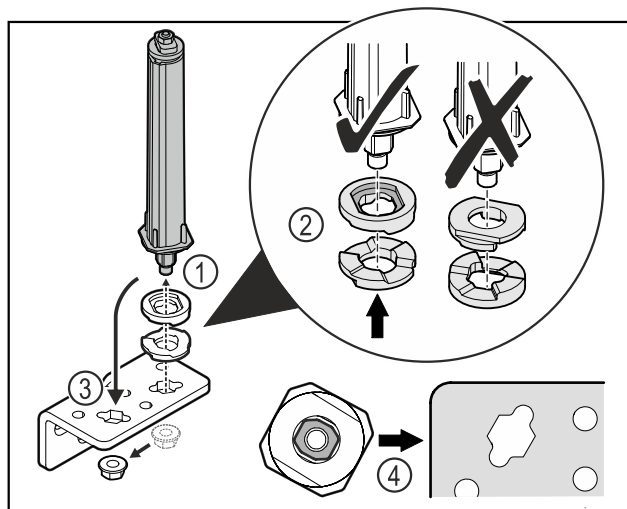

Fig. 23
- ▶ 松开螺母，并移除关门系统 Fig. 23 (1)。
- ▶ 确保高度调整垫片正确对齐 Fig. 23 (2)。
- ▶ 调换合页角铁中的关门系统并用螺母固定 Fig. 23 (3)。
- ▶ 装入时，确保关门系统正确对齐 Fig. 23 (4)。